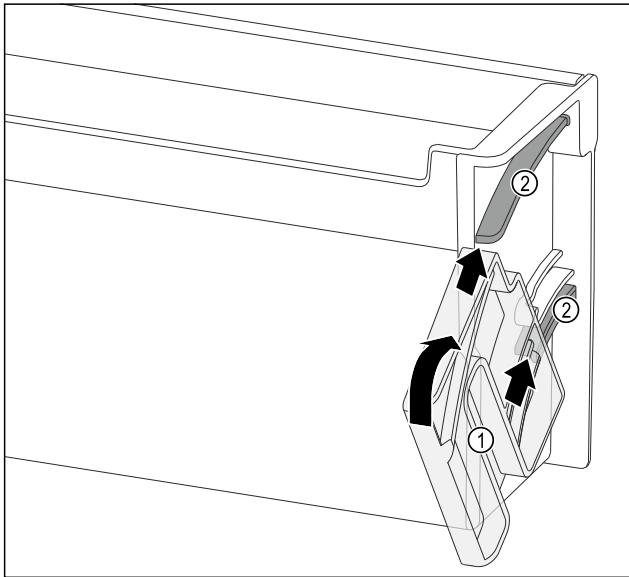

Fig. 147
- ▶ Dreheinheit Fig. 147 (1) so positionieren, dass die Aussparungen genau gegenüber den Führungskanälen Fig. 147 (2) des Türabstellers liegen.
- ▶ Dreheinheit Fig. 147 (1) in die angegebene Richtung drehen.